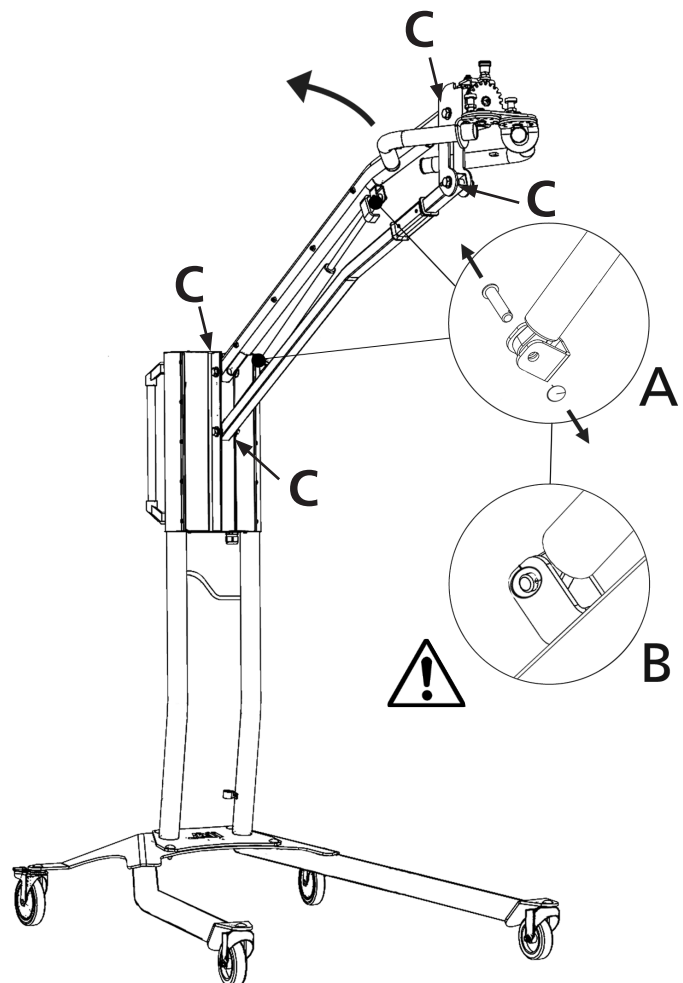

Abb. 2
Wenn der mobile Trockner nicht in der höchsten oder niedrigsten Position stehenbleibt, sondern von selbst etwas abfällt bzw. ansteigt, ziehen Sie die vier Schrauben fest, die in Abb. 2 mit dem Buchstaben "C" bezeichnet sind.
2. Schieben Sie den Parallelarm in die ganz aufrechte Stellung. (Abb. 2)
4. Nehmen Sie die Sperrringe und die beiden Stifte heraus. Schieben Sie die Gasdruckfeder etwas nach oben/nach vorne und nehmen Sie sie heraus. (Abb. 2)